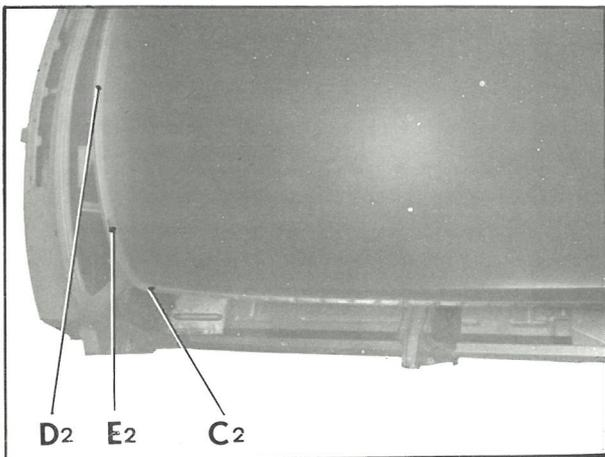

Fig. 11
- en* E₂ (fig. 11)
- en* C₂ D₂ (fig. 11)